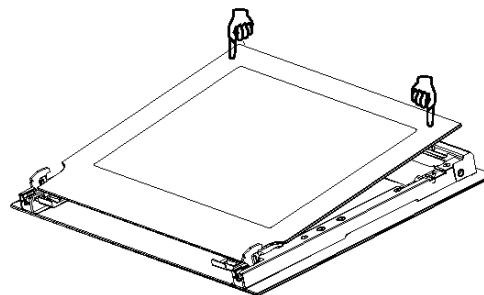

Figura 13
2. La Figura 13 muestra cómo insertar el vidrio en el gancho de presión.